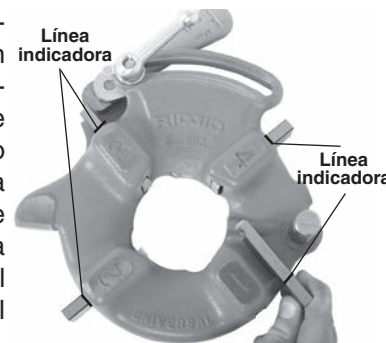

Figura 11 – Inserción de terrajas
4. Levante la lengüeta de la arandela para extraerla de la ranura en la barra dimensional. Desplace la arandela hacia el final de la ranura (Figura 11).
6. Introduzca las terrajas apropiadas en el cabezal de terrajas, con el borde que lleva el número orientado hacia arriba, hasta que la línea indicadora esté al ras con el borde del cabezal (vea la Figura 11). Los números en las